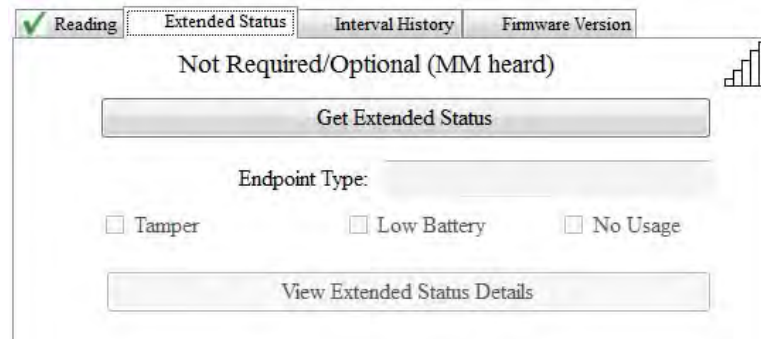

Figura 63: Extended Status sin elemento de trabajo
*Resultado: Aparece la pantalla Extended Status como se muestra en la Figura 63.*